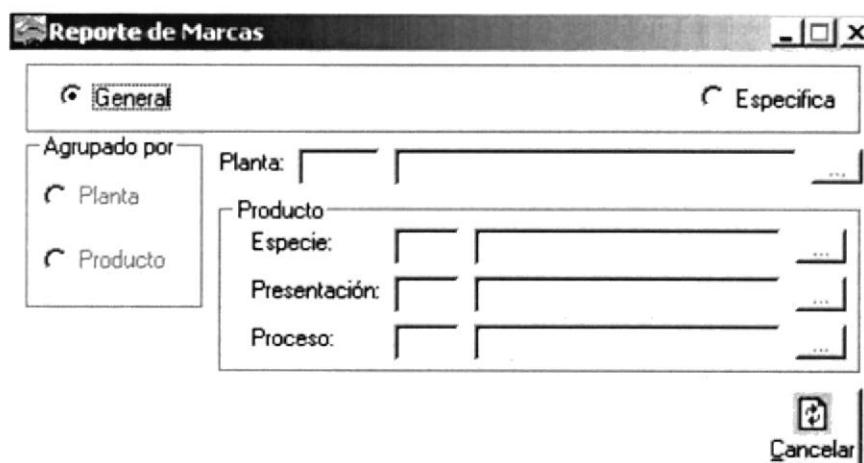

Figura 11.42 Pantalla Reporte de Marca de productos
2. Habiendo ejecutado los 2 pasos anteriores se presentará la pantalla deseada (ver figura. 11.42).